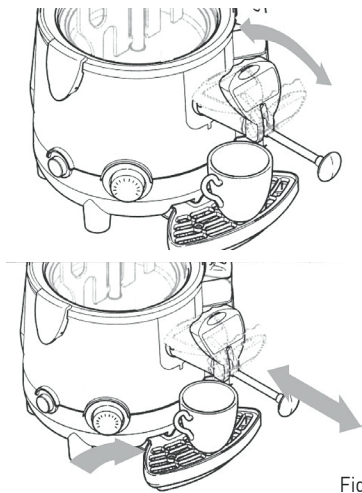

Fig. 1
- Jeśli gorąca czekolada nalewana jest zbyt wolno, zaleca się maksymalnie wychylić dźwignię; aby usunąć zatory w dozowniku, należy kilkakrotnie pociągnąć i popchnąć dźwignię do siebie i od siebie, bez wyłączenia urządzenia (patrz: Rys. 1).